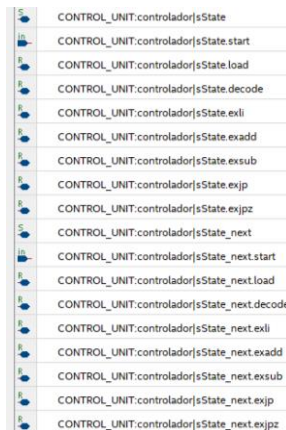

Figura 8. Señales del bloque controlador del archivo processor_design.vhd.
9. Proceda nuevamente a agregar, en orden de prioridad, las señales del controlador como se observa en la Figura 8. Puede filtrar por **Design Entry (all names)**.